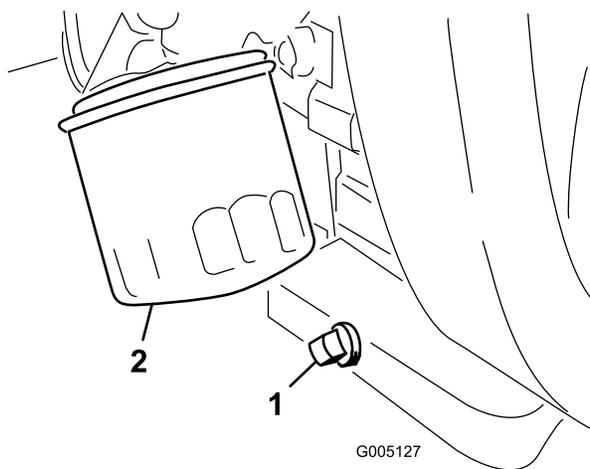

Figure 42
1. Retirez le bouchon de vidange (Figure 42) et laissez couler l'huile dans un bac de vidange. Remettez le bouchon quand la vidange est terminée.
2. Déposez le filtre à huile (Figure 42).